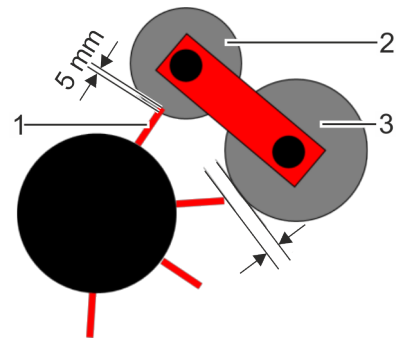

Abb. 50: Pickup-Walze mit Rollenniederhalter
- ➔ Rollenniederhalter so einstellen, dass die Kunststoffzinken (Abb. 50/1) leichten Eingriff (maximal 5 mm) in die kleinere Walze (Abb. 50/1) haben.
- ⇒ Die kleinere Walze (Abb. 50/1) lässt sich von Hand drehen. Die grössere Walze (Abb. 50/3) lässt sich frei drehen und wird ausschliesslich durch das Erntegut bewegt.